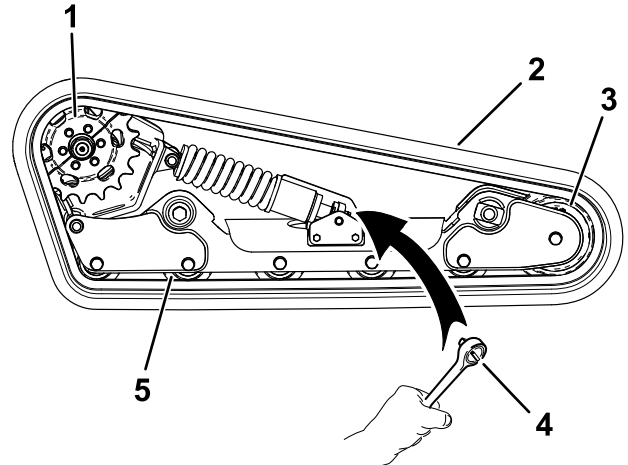

Figura 61
- Utilizzando un cricchetto di trasmissione da 1/2", rilasciate la tensione di trasmissione ruotando la vite di tensione in senso orario (Figura 57 e Figura 61).
- Rimuovete i 3 bulloni che fissano la metà della ruota conduttrice che non è innestata nel cingolo (Figura 61).
14. Avvolgete il nuovo cingolo attorno alla ruota anteriore, quindi attorno al mozzo di comando sul lato senza il pignone (Figura 61).
15. Spingete il cingolo sotto e tra le ruote non motrici e avvolgetelo attorno al telaio (Figura 61).